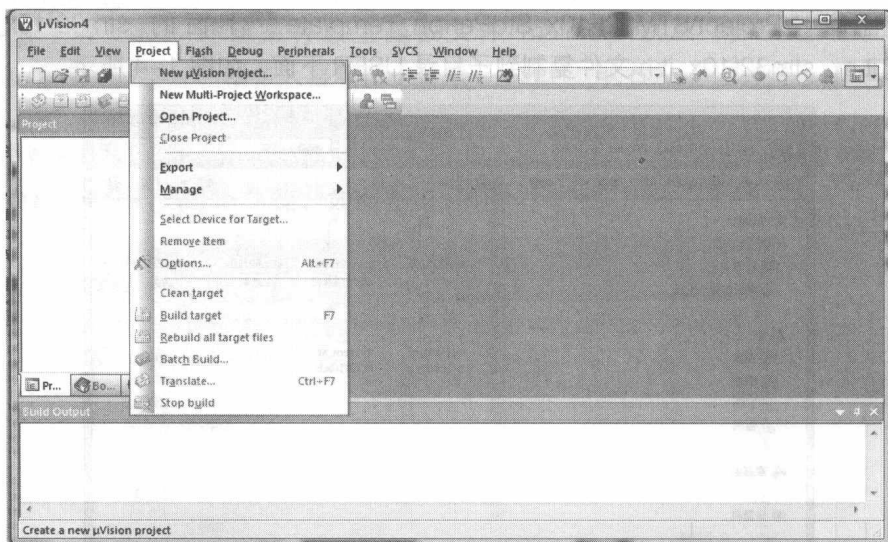

图 1-6 新建工程
(2) 单击 Project→New uVision Project，如图 1-6 所示。